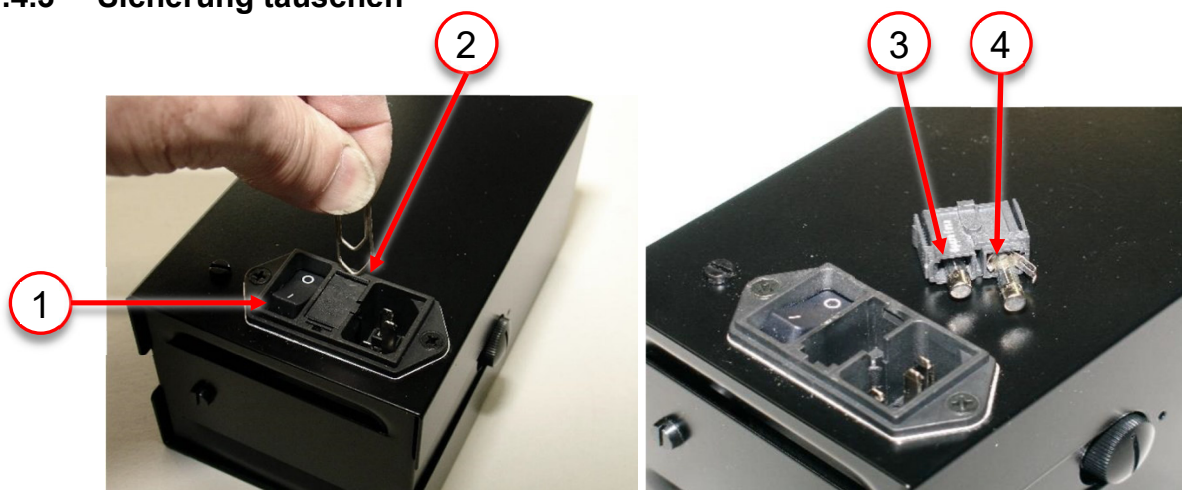

Abbildung 14 Sicherung tauschen
1. Sicherstellen, dass der Kantenfräsapparat ausgeschaltet (Pos. 1, Abbildung 14) ist.
3. Abdeckung des Sicherungshalters (Pos. 2, Abbildung 14) mit Hilfe einer Büroklammer abnehmen.
Hinweis: In dem Sicherungshalter befinden sich zwei Sicherungen. In Pos. 4 (Abbildung 14) ist die Hauptsicherung. In Pos. 3 (Abbildung 14) befindet sich eine Reservesicherung.